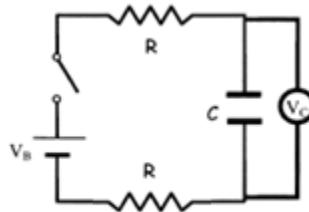

Figura 2
2. Conecte el sensor de voltaje como mostrado en la Figura 2, incluso conéctelo al USB Link en la cual esto debe estar conectado a unos de los puertos de la computadora.